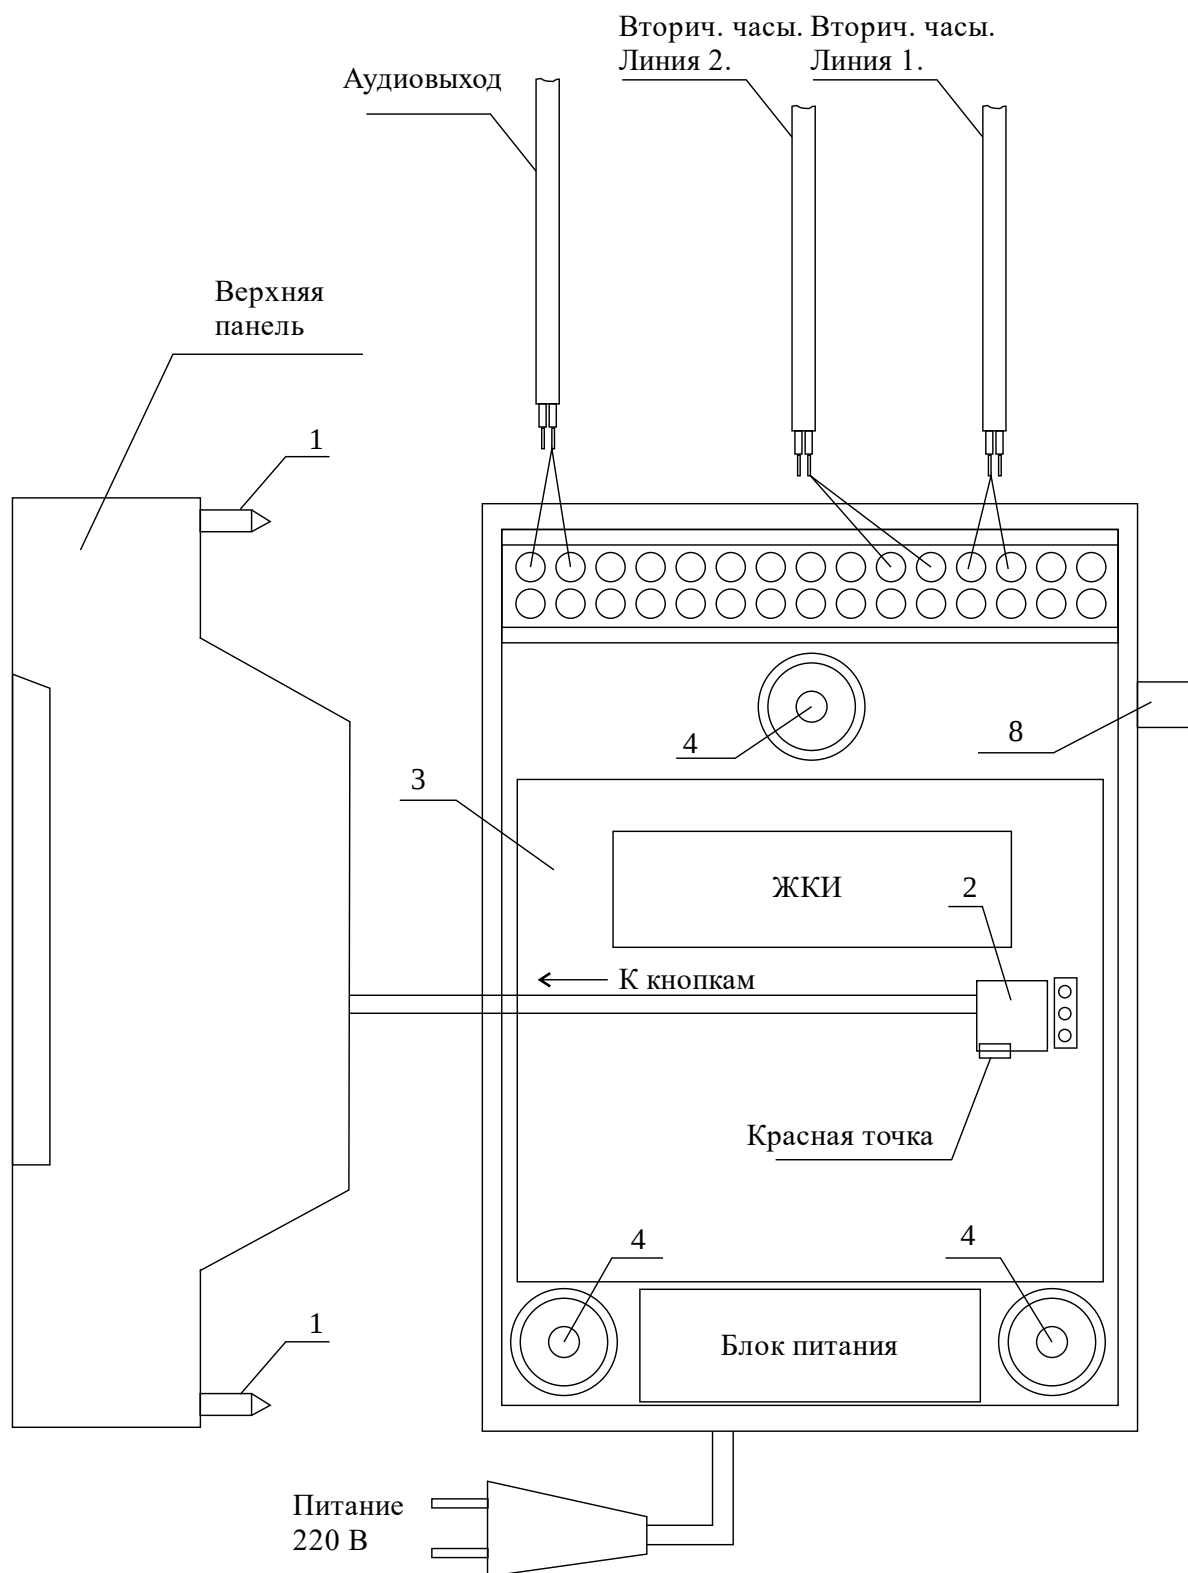

Рис. 1
4.1. Выверните четыре винта 1, расположенных на верхней панели ЧС (см. Рис.1). Снимите верхнюю панель и отсоедините разъем 2, соединяющий кнопки с печатной платой 3.
4.4. Подсоедините линии вторичных часов и кабель от линейного входа усилителя к клеммной колодке станции как показано на рис.1. Полярность подключения кабелей часовых линий произвольна; при подключении кабеля линейного входа усилителя экран или общий провод этого кабеля подключить экрану кабеля, приходящего к клеммам от печатной платы станции.